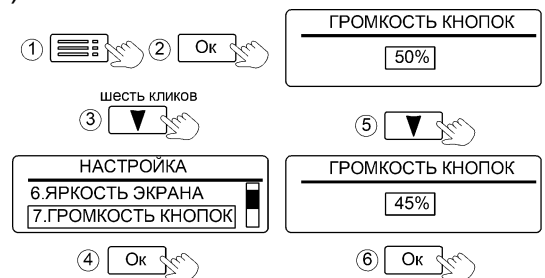

Рисунок 21. Настройка громкости кнопок
**11.1.7 «7.ГРОМКОСТЬ КНОПОК»** - установка громкости звука, издаваемого при нажатии на любую кнопку, по шкале 0-100% с шагом градации 5% (см. рис. 21).